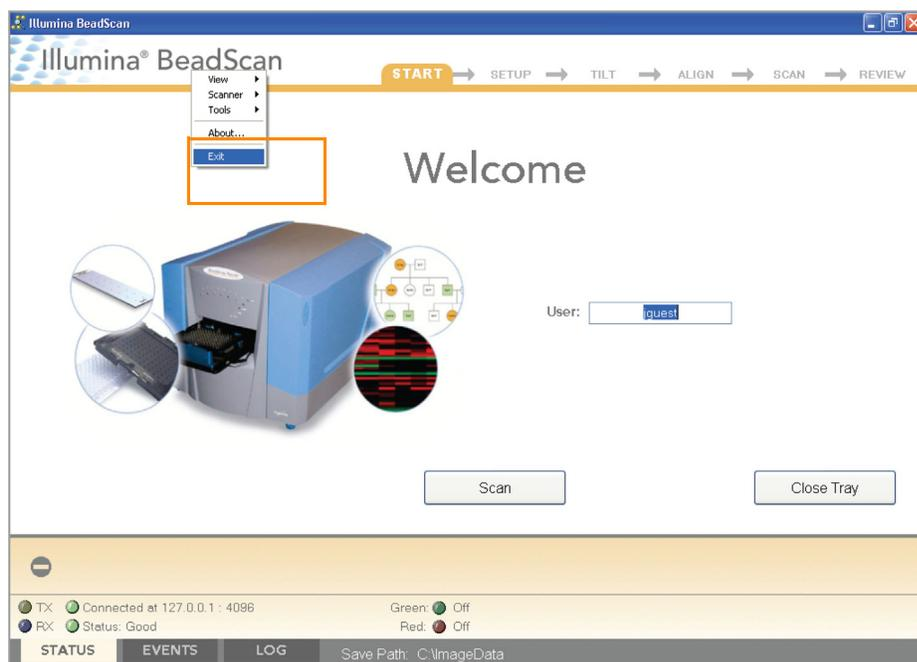

Рис. 221 Выход из ПО BeadArray Reader Software
- d. Закройте ПО BeadArray Reader BeadScan. Чтобы выйти из ПО, щелкните правой кнопкой мыши рядом с логотипом Illumina и нажмите **Exit** (Выход) (Рис. 221).